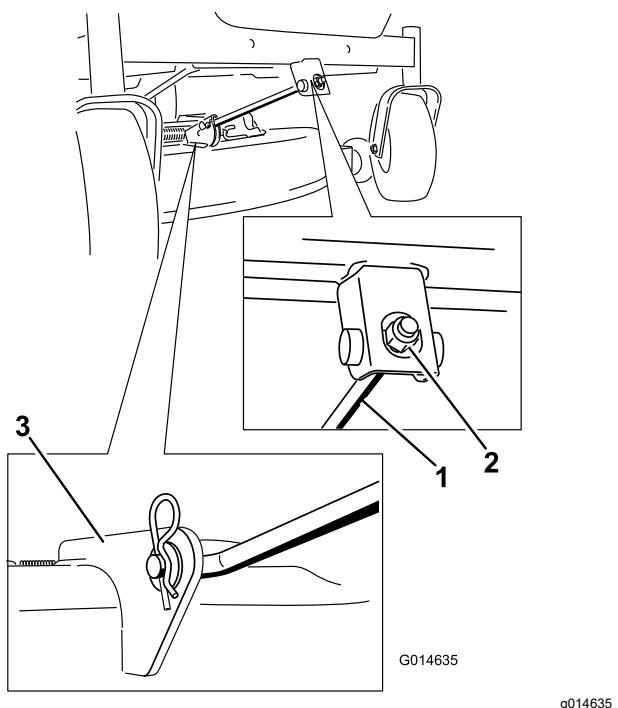

Figure 64
4. Retirez la goupille fendue de la tige de support avant et déposez la tige du support de tablier (**Figure 64**).
8. Fixez la tige de support avant au tablier de coupe à l'aide de l'axe de chape et de la goupille fendue (Figure 64).